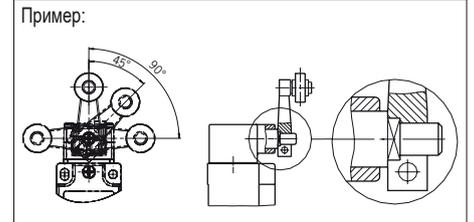

Рис. 2. Вертикальная установка исполнительного ключа
▶ Исполнительный ключ (балансиры) должен крепиться на приводном валу с геометрическим замыканием. Квадраты на исполнительном ключе и приводном валу должны зацепляться (см. рис. Рис. 2).